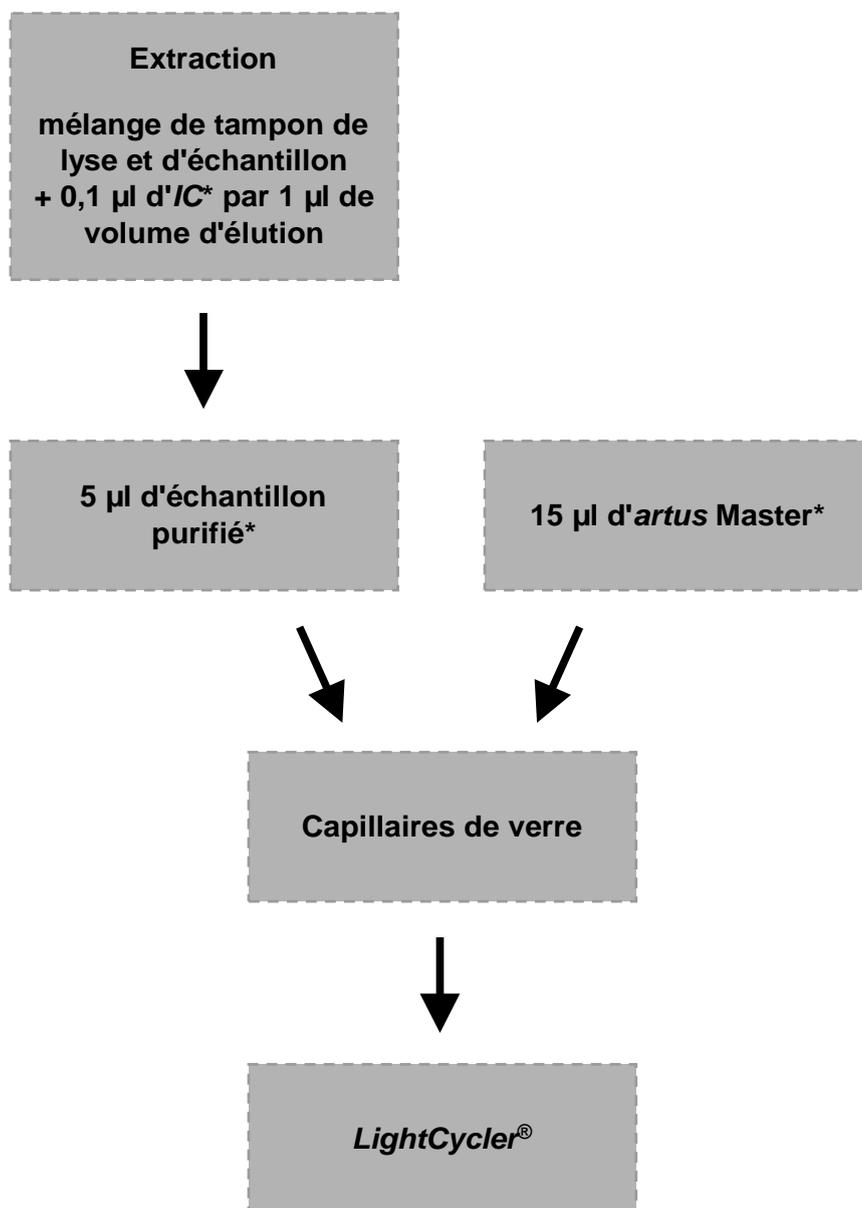

Fig. 1 : Processus d'addition du *Contrôle interne* pour contrôler la procédure d'extraction et une éventuelle inhibition de la PCR.
Un *Contrôle interne* (VZV LC IC) est inclus dans le kit. Celui-ci vous permet de contrôler **aussi bien la procédure d'extraction d'ADN qu'une éventuelle inhibition de la PCR** (voir Fig. 1). En cas d'utilisation de la trousse **EZ1 DSP Virus Kit**, le *Contrôle interne* doit être ajouté selon les instructions du manuel *EZ1 DSP Virus Kit Handbook*. En employant le **QIAamp UltraSens Virus Kit** ou le **QIAamp DNA Mini Kit**, ajouter le *Contrôle interne* dans un rapport de 0,1 μl par 1 μl de volume d'élution pendant la procédure d'extraction. Utiliser par exemple le kit QIAamp DNA Mini Kit et éluer l'ADN dans 200 μl de tampon AE, puis utiliser 20 μl de *Contrôle interne*. Si par exemple l'élution est de 100 μl , utiliser par conséquent 10 μl . La quantité de *Contrôle interne* utilisée dépend **uniquement** du volume d'élution. Le *Contrôle interne* et l'ARN entraîneur (voir **8.1 Extraction de l'ADN**) peuvent seulement être ajoutés
8.2 Contrôle interne). Utiliser dans ce cas le tableau de pipetage suivant (voir également la représentation schématique à la Fig. 1) :